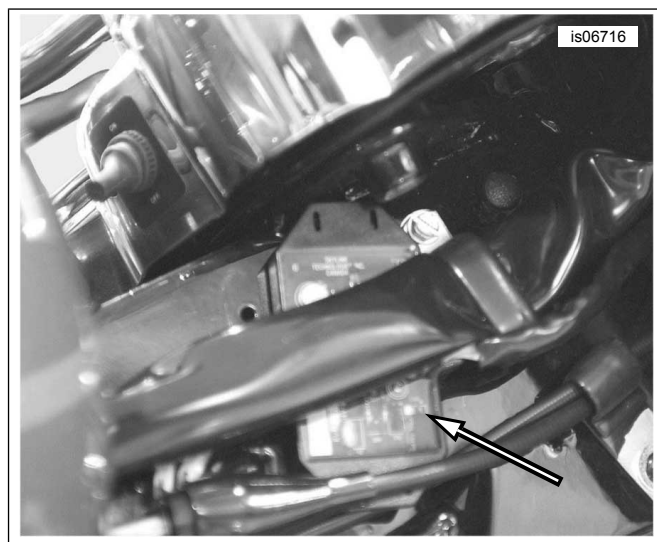

Figura 10. Montare transmîțător lângă tubul furcii (FLHR 2013-antioare)
FLHR Touring / FLRT Trike (toate)	Partea dreaptă a cadrului lângă tubul furcii, în interiorul nacelei, cu tampon de spumă (întâi îndepărtați farul) (A se vedea figura 10.).
3. Consultați Figura 10 . Montați transmîțătorul în partea dreaptă a cadrului lângă tubul furcii.